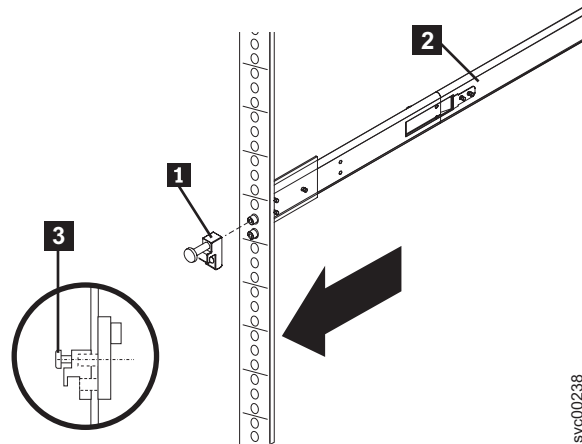

図 29. ラッチ・ストライクのレール前面への取り付け
5. 図 29 に示されるように、拘束ねじ **3** を使用して、1 個のラッチ印字 **1** を右方レール **2** の前面に取り付けます。このねじは、手できつく締めるだけにしてください。同様にして、もう 1 個のラッチ・ストライクを左方レールの前面に取り付けます。